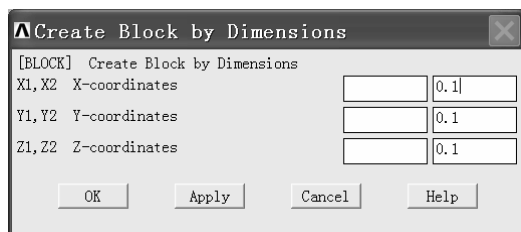

图 3-18 “Create Block by Dimensions” 窗口
(7) 依次选择 Main Menu>Preprocessor>Modeling>Create>Volumes>Block>ByDimensions, 弹出“Create Block by Dimensions”窗口(见图 3-18), 在“X1, X2 X-coordinates”后的第二个方框中输入“0.1”, 在“Y1, Y2 Y-coordinates”后的第二个方框中输入“0.1”, 在“Z1, Z2 Z-coordinates”后的第二个方框中输入“0.1”, 然后单击“Apply”按钮生成一个长方体, 并再次弹出“Create Block by Dimensions”窗口(说明: 单击“Apply”按钮, 表示执行一次操作, 并再次弹出该命令窗口; 单击“OK”按钮, 表示执行一次操作, 但命令窗口也消失)。